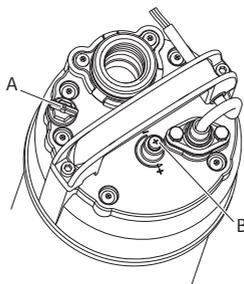

Fig. 6: Parte superior da bomba
**AVISO:** A bomba tem uma válvula para ventilação automática na parte superior do corpo (Fig. 6, pos. **A**). Esta válvula permite que a bomba encha num curto espaço de tempo.